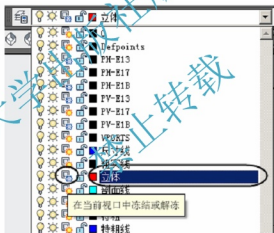

图 13-9 冻结图层过程
① 激活主视图，单击【图层】工具条的下拉箭头，找到立体模型所在的图层(本例为“立体”层)，单击其前面的【在当前视口中冻结或解冻】图标，如图 13-9 所示：